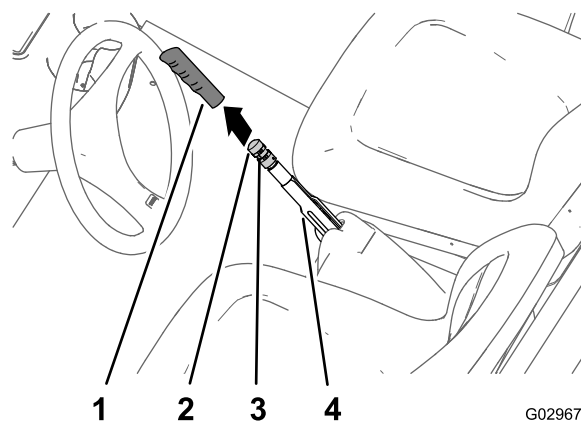

Figura 53
1. Retire a pega da alavanca do travão de mão (Figura 53).
2. Desaperte o parafuso de afinação que fixa o manípulo de ajuste do travão à alavanca do travão de mão (Figura 53).
3. Rode o manípulo de ajuste do travão até que seja necessário um binário de 133 a 156 N·m para ativar a alavanca do travão de mão (Figura 53).
4. Aperte o parafuso de afinação e instale a pega (Figura 53).
1. Retire a pega do travão de mão (Figura 53).
2. Desaperte o parafuso de afinação (Figura 53) que fixa o manípulo de ajuste do travão à alavanca do travão de mão, solte o travão de mão e desaperte o manípulo de ajuste do travão.
- C. Rode o manípulo de ajuste do travão (Figura 53) aplicando um binário de 133 a 156 N m para ativar a alavanca do travão de mão.
- Aperte o parafuso de afinação e instale a pega (Figura 53).
5. Rode o manípulo de ajuste do travão (Figura 53) aplicando um binário de 133 a 156 N m para ativar a alavanca do travão de mão.